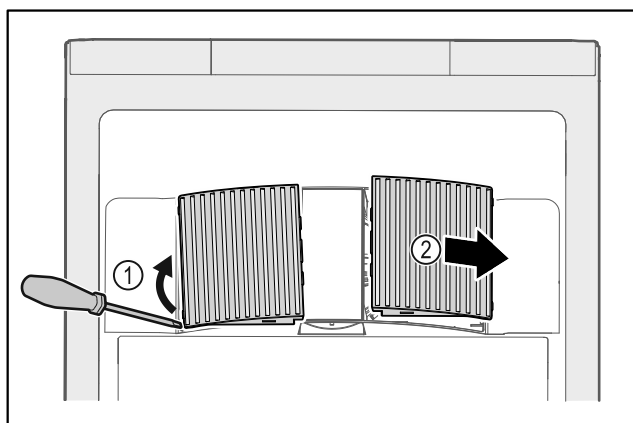

Fig. 150
- ▶ Ventilatorabdeckungen vorsichtig von der Seite heraushebeln Fig. 150 (1) und nach vorne abnehmen Fig. 150 (2).